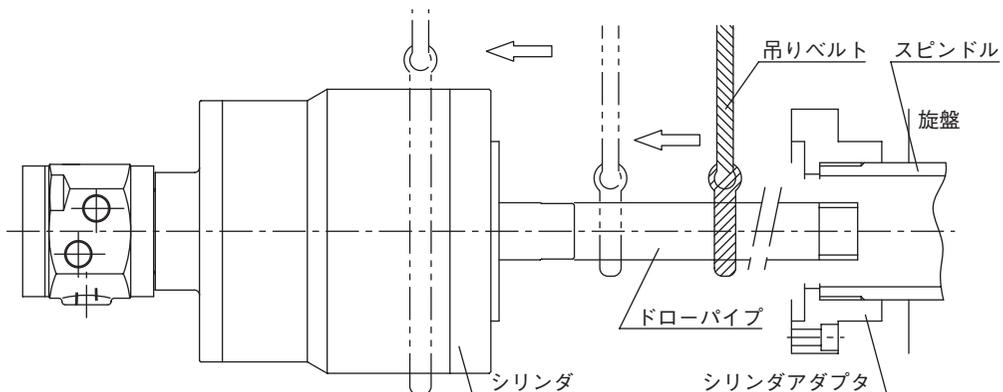

図12
- シリンダの着脱時には吊りベルトを使用し下記の手順で行ってください。(図12)
- ①シリンダを吊る際は、吊りベルトをドローパイプに掛け、シリンダを支えながら吊り上げてください。
- ②ドローパイプをスピンドル内に挿入します。
- ③吊りベルトがスピンドル側に近付いたら吊りベルトをシリンダ側に寄せてください。
- ④ドローパイプが充分スピンドルに入ったら、吊りベルトをシリンダ本体に掛け直し、シリンダをスピンドルに密着させ、シリンダ取付ボルトでシリンダを取り付けてください。